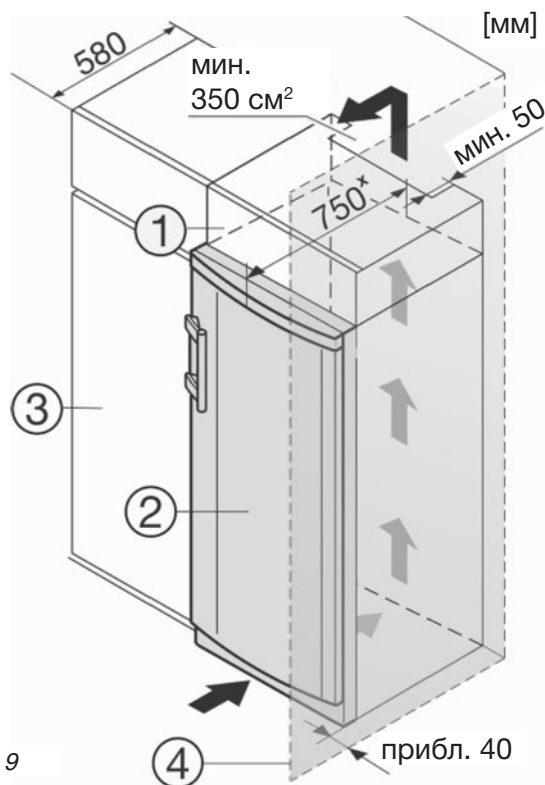

Рис. 9
Прибор можно встраивать в предметы кухонной мебели. Для адаптации прибора (рис. 9 (2)) к окружающей кухонной мебели по высоте над прибором можно установить подходящий по размерам верхний предмет мебели (рис. 9 (1)).
В случае установки прибора около стены (рис. 9 (4)) между ним и стеной со стороны расположения петель двери должно оставаться расстояние не менее 40 мм для защиты ручки от повреждения при открывании двери.